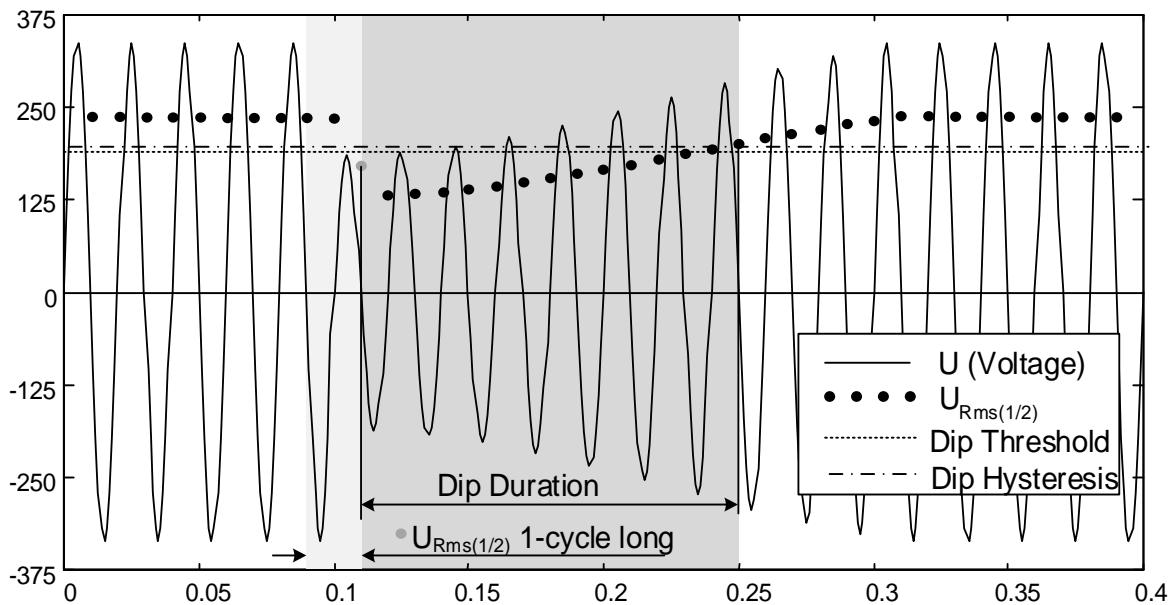
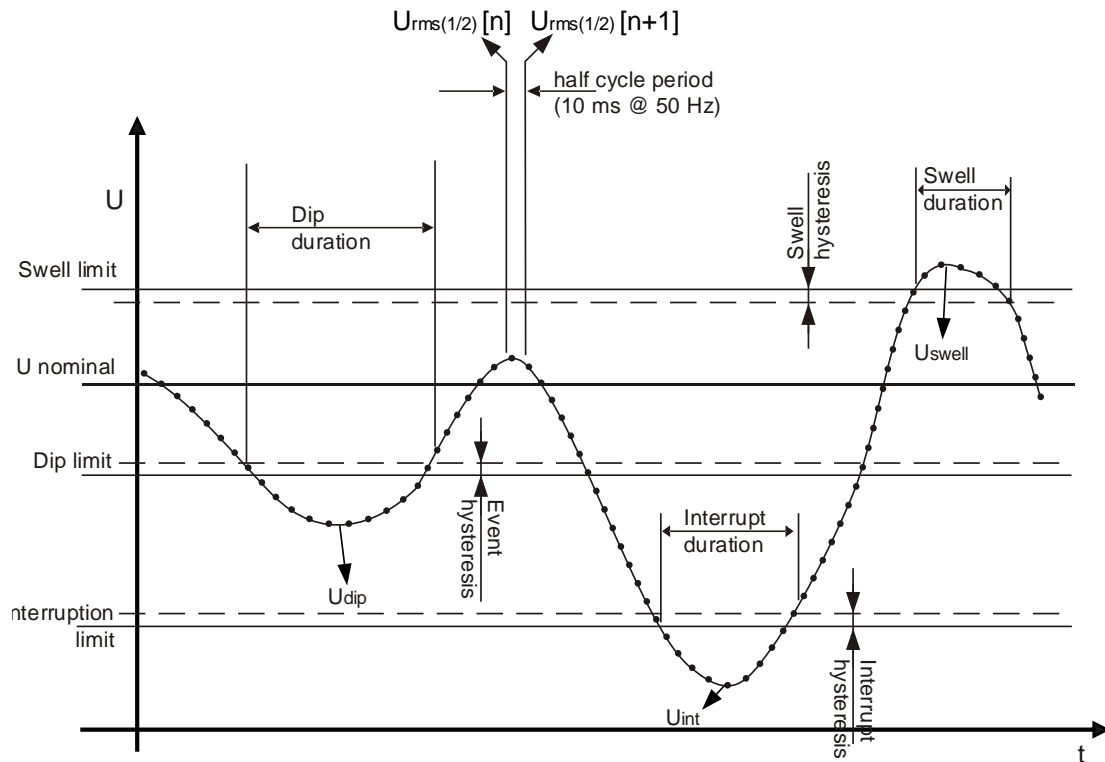

Abbildung 5.9: $U_{Rms(1/2)}$ 1-Zyklus Messung
Abbildung 5.10: Definition der Spannungsereignisse
- Auf Einphasensystemen (Anschlussart: 1W), ein Spannungseinbruch, wenn die Spannung $U_{Rms(1/2)}$ unter den Schwellenwert für den Spannungseinbruch fällt und endet, wenn die $U_{Rms(1/2)}$ -Spannung gleich oder größer als der Schwellenwert für den Spannungseinbruch plus der Hysterese Spannung ist (siehe *Abbildung 5.10: und* *Abbildung 5.9*).
- Auf Einphasensystemen (Anschlussart: 1W), ein Spannungsüberhöhung beginnt, wenn die Spannung $U_{Rms(1/2)}$ über den Schwellenwert für die Spannungsüberhöhung steigt und endet, wenn die $U_{Rms(1/2)}$ -Spannung gleich oder unter den Schwellenwert für den Spannungserhöhung plus der Hysterese Spannung fällt (siehe Abbildung 5.10: und Abbildung 5.9).
- Bei Einphasensystemen (1W), beginnt eine Spannungsunterbrechung, wenn die Spannung $U_{Rms(1/2)}$ unter den Schwellenwert für die Spannungsunterbrechung fällt und endet, wenn die $U_{Rms(1/2)}$ -Spannung gleich oder größer als der Schwellenwert für die Spannungsunterbrechung plus der Hysterese Spannung ist (siehe *Abbildung 5.10: und* *Abbildung 5.9*).